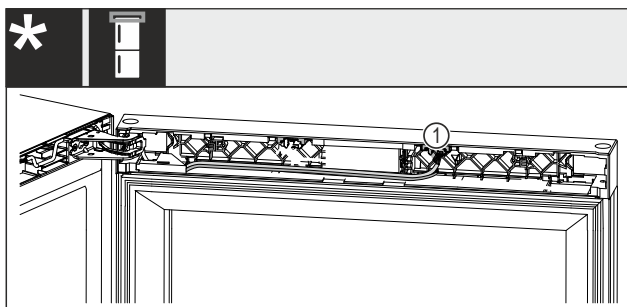

Fig. 22 Kombinált borhűtő-fagyasztókészülékek*
► Húzza ki a dugót Fig. 22 (1) a házból.*